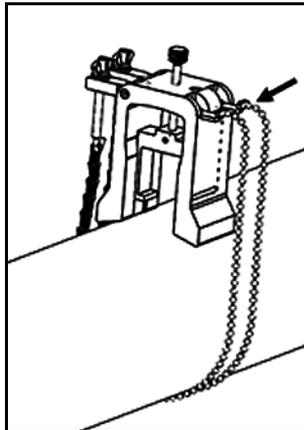

Figure 37 : chaînes de l'étrier fixées
3. Enveloppez les chaînes de l'étrier autour du tuyau et fixez-les au support de l'étrier, comme illustré dans la *Figure 37* ci-dessous.